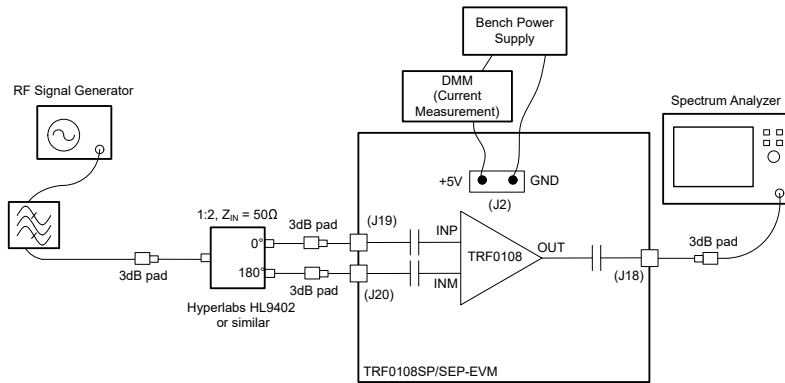

图 2-1. 增益和输出 P1dB 的单音设置
本节提供 TRF0108SP/SEP-EVM 的一般使用信息。有关作为后续说明基准点的一般 EVM 配置和单音测量设置，请参阅图 2-1 (为清晰起见，省略了某些元件，如电源旁路电容器)：
- 可以通过配置 J13 跳线连接来将器件断电，如图 2-1 所述
- J19 和 J20 SMA 连接器处的 EVM 输入为全差分 (或 180° 异相)。必须使用外部无源平衡-非平衡变压器将来自射频信号发生器的单端信号转换为差分信号，并通过 SMA 连接器 J19、J20 连接到输入，如图 2-1 所示。测量单音失真时，在射频信号发生器和 3dB 焊盘之间使用射频带通滤波器，如图 2-1 所示。
- EVM 的单端信号输出连接到频谱分析仪，如图 2-1 所示。建议在输出端使用约 3dB 至 6dB 的衰减器垫，以尽可能减少反射。